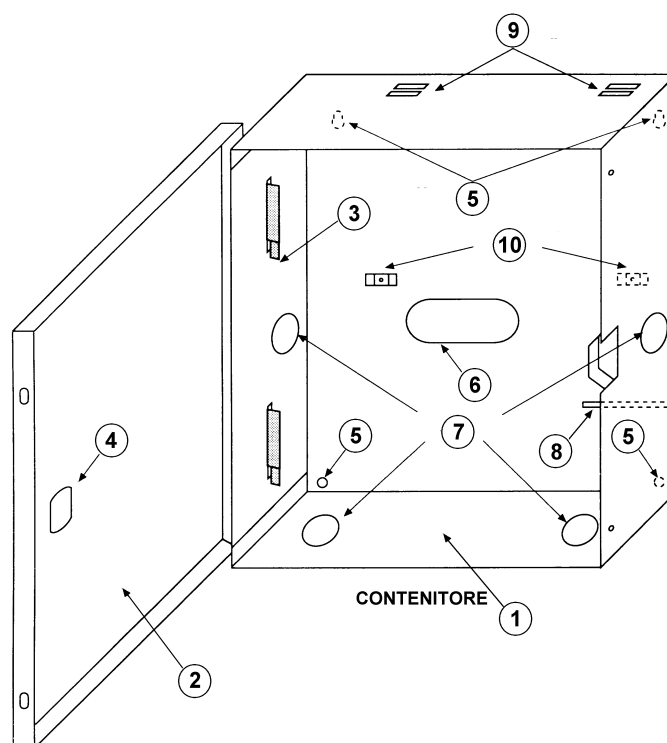

Figura 2 - Centrale DS7060: contenitore
- Il fondo (1) da fissare alla parete;
- Il coperchio (2), che, quando aperto, può essere facilmente smontato e rimontato, sfilandolo e reinserendolo nelle apposite cerniere previste sul lato sinistro del fondo del contenitore (sul coperchio, è anche previsto lo schema di collegamento della centrale per semplificare l'installazione dell'apparecchiatura); sulla cerniera superiore dovrà inoltre essere collegato il morsetto (3) per la messa a terra del coperchio (utilizzando l'apposito cavetto color verde fornito unitamente alla centrale DS7060, da collegare a sua volta al terminale di terra della centrale DS7060);
- La predisposizione per montare la serratura opzionale (4) per la chiusura del coperchio;
- i 4 fori (5) per fissare il fondo del contenitore alla parete;
- il foro (6) per il passaggio cavi sul fondo del contenitore;
- I fori pretranciati (7) sui lati del fondo del contenitore per consentire un agevole passaggio cavi;
- La fessura (8) per montare il tamper opzionale modello "D110" per l'antiapertura.
- I 2 "fermi" metallici (9), ricavati sul lato superiore del fondo del contenitore, su cui inserire e far poggiare la parte posteriore (quella con dissipatore metallico) della scheda elettronica della centrale DS7060;
- I "fermi" metallici (10), ricavati sul fondo del contenitore, su cui montare la scheda della centrale DS7060 con gli appositi supporti plastici (forniti unitamente all'apparecchiatura), come da Figura 2: